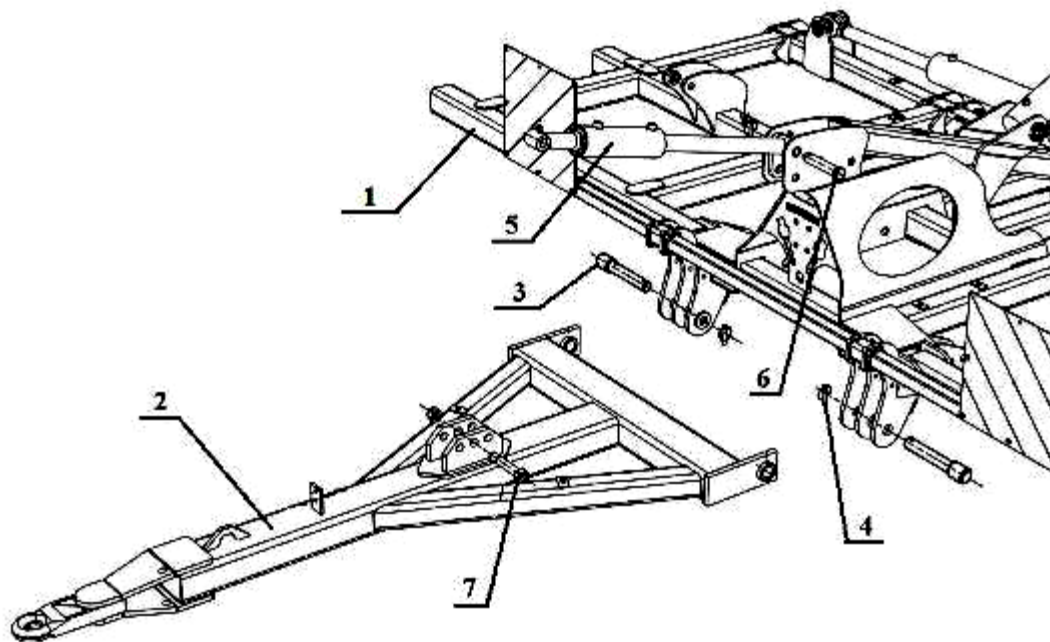

Рисунок 1.
- Смонтировать дышло (2) (рис. 1) на центральной раме (1) при помощи крепёжных осей (3), которые фиксируются стопорными пальцами (4).
- Закрепить гидроцилиндр (5) на центральной раме (1) посредством крепёжной оси (6), зафиксировав её стопорным пальцем, и на дышле крепёжным болтом (7).
- Подсоединить трактор с дышлом (2) агрегата (рис. 1), соединить гидросистему агрегата с гидросистемой трактора.